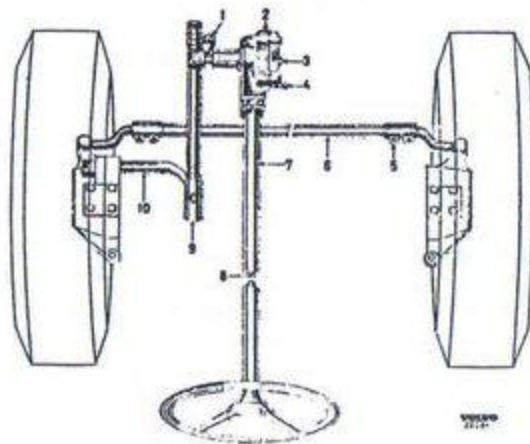

Bild 88. Styrinrättning.
Då rattens vrids överförs rörelsen genom rattaxeln (8 bild 88) till styrsnäckan (2). Därefter överförs rörelsen till vänster hjul genom pitmanarmen (1), länkstäng (9) och styrarmen (10). Höger hjul erhåller en motsvarande vridning genom parallellstaget (6).